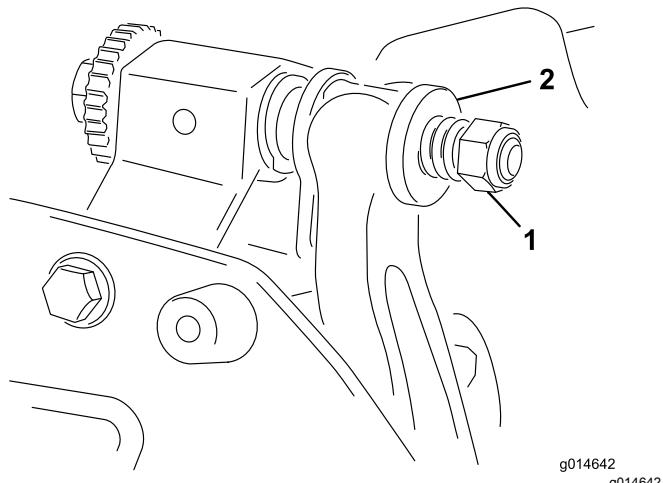

Figura 27
- Aperte a porca da mola tensora até que a mola fique recolhida; em seguida, desaperte meia volta (Figura 27).